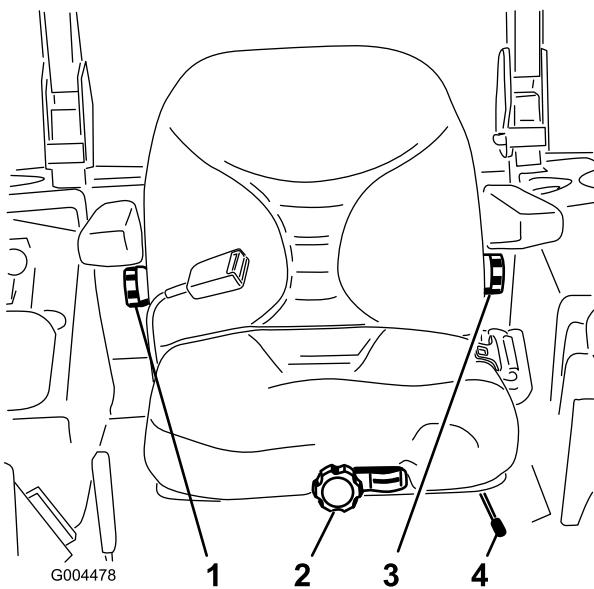

Figura 35
1. Mueva la palanca lateralmente para desbloquear el asiento (Figura 35).
Sin sentarse en el asiento, gire el pomo situado en la parte delantera en cualquier sentido hasta encontrar la posición más cómoda (Figura 35).
Para ajustarlo, gire el pomo situado debajo del reposabrazos derecho en cualquier sentido hasta encontrar la posición más cómoda (Figura 35).
Para ajustarlo, gire el pomo situado debajo del reposabrazos izquierdo en cualquier sentido hasta encontrar la posición más cómoda (Figura 35).